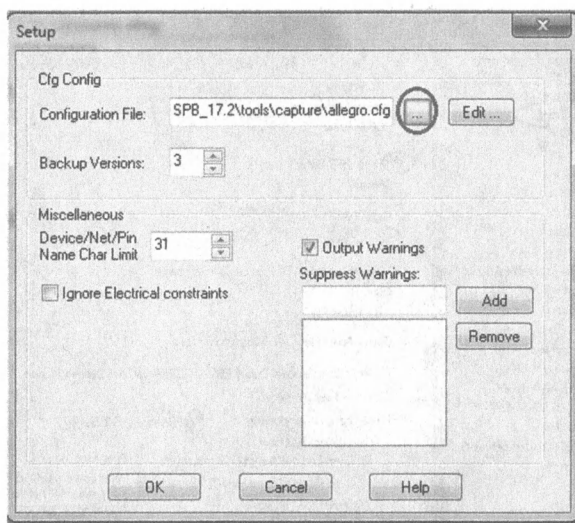

Рис. 21.2. Установка файла конфигурации
**Примечание.** Убедитесь, что правильный файл конфигурации (Allegro.cfg) задаётся в диалоговом окне настройки. Для просмотра файла конфигурации нажмите кнопку Setup. Путь к файлу конфигурации должен быть выбран, используя кнопку Browse: <install\_dir> \Tools\capture\allegro.cfg, где <Install\_dir> — место установки (рис. 21.2).